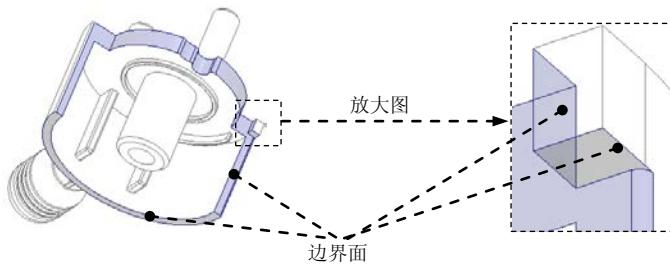

图 10.10 定义边界面
(3) 选取“边界面”(boundary surface)，操作方法如下。
① 按住 Shift 键，选取图 10.10 中的 handle-body 整个端面为边界面，此时图中的整个端面会加亮。